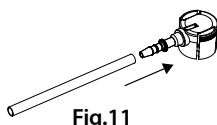

Fig.11
3. Anslut den medföljande ölslangen till en av de medföljande Heineken-adaptrarna (fig. 11).